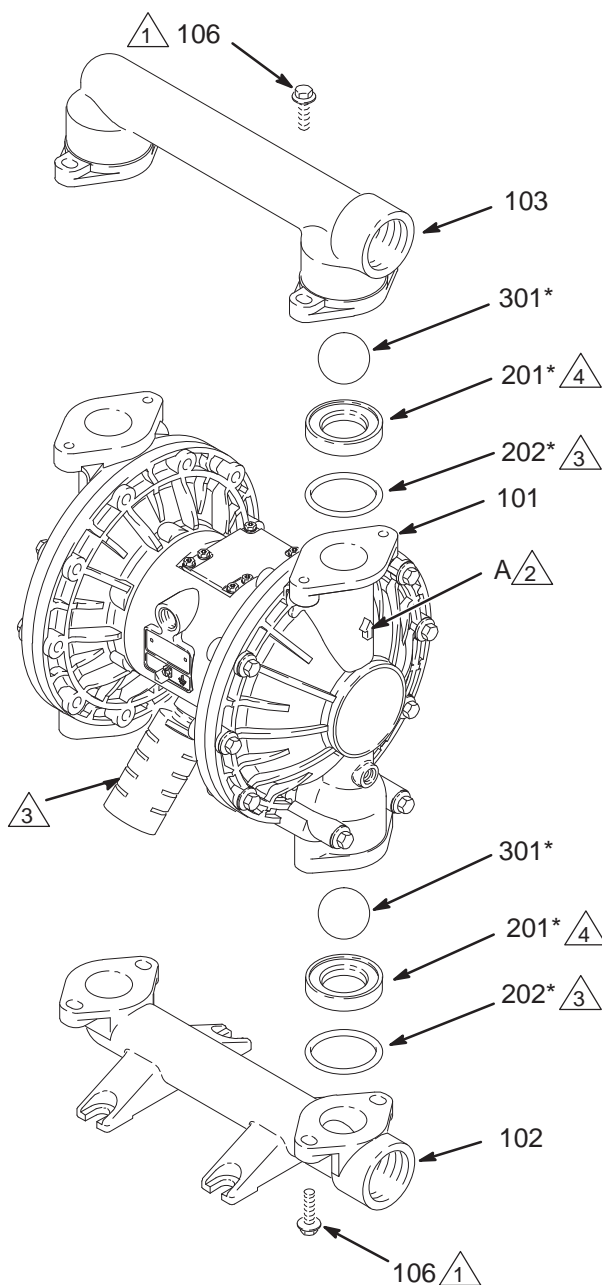

FIG. 10
3. Utilizzare una chiave a tubo da 13 mm per rimuovere i quattro bulloni (106) che fissano il collettore di uscita (103) ai coperchi del fluido (101). Vedere: FIG. 10.
4. Rimuovere gli O-ring (202, *non usati su alcuni modelli*), le sedi (201) e le sfere (301) dal manicotto.
5. Capovolgere la pompa e rimuovere il collettore di ingresso (102). Rimuovere gli O-ring (202, *non usati su alcuni modelli*), le sedi (201) e le sfere (301) dai pannelli del fluido (101).
2. Rimontare in ordine inverso, seguendo tutte le note riportate nella FIG. 10. Accertarsi che le sfere di ritegno siano montate **esattamente** come mostrato nella figura. Le frecce (A) sui coperchi del fluido (101) **devono** puntare verso il collettore di uscita (103).